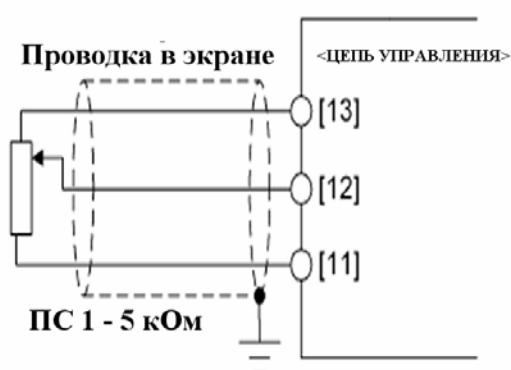

Рис. 2.13. Подключение экранированной проводки
-Аналоговые сигналы малы по величине, вследствие чего они подвержены влиянию помех. Прокладывайте проводку на минимальную длину (в пределах 20 м), используйте экранированные провода. Обязательно заземляйте экраны проводов; при особенно высоком уровне помех может оказаться эффективным их подключение к клемме [11]. Для усиления эффекта экранирования заземляйте экран на одном конце (рис. 2.13).